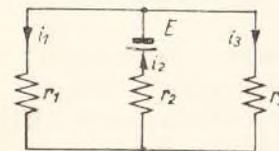

Bild 10.
2. In jedem in sich selbst zurückgeführten Stromweg (Masche) ist die Summe der eingepprägten elektromotorischen Kräfte gleich der Summe der Spannungsabfälle, die Summe aller $E =$ der Summe aller „ $i \cdot r$ “ (Bild 10).